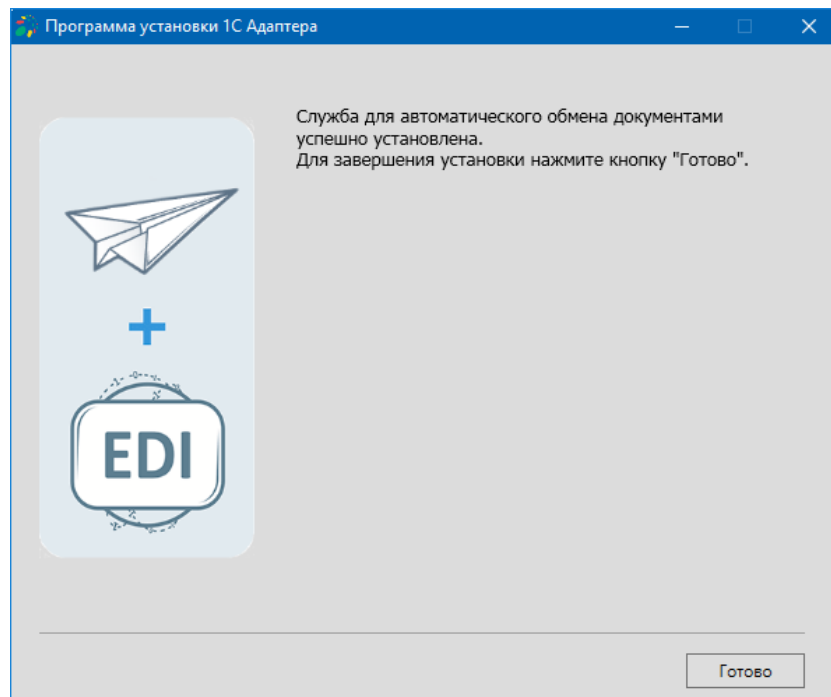

Рисунок 16 – Завершение установки службы
8.1.1.6. После завершения установки службы будет выведено сообщение об успешной установке. Для закрытия программы нажимается кнопка «Готово» (рис. 16).